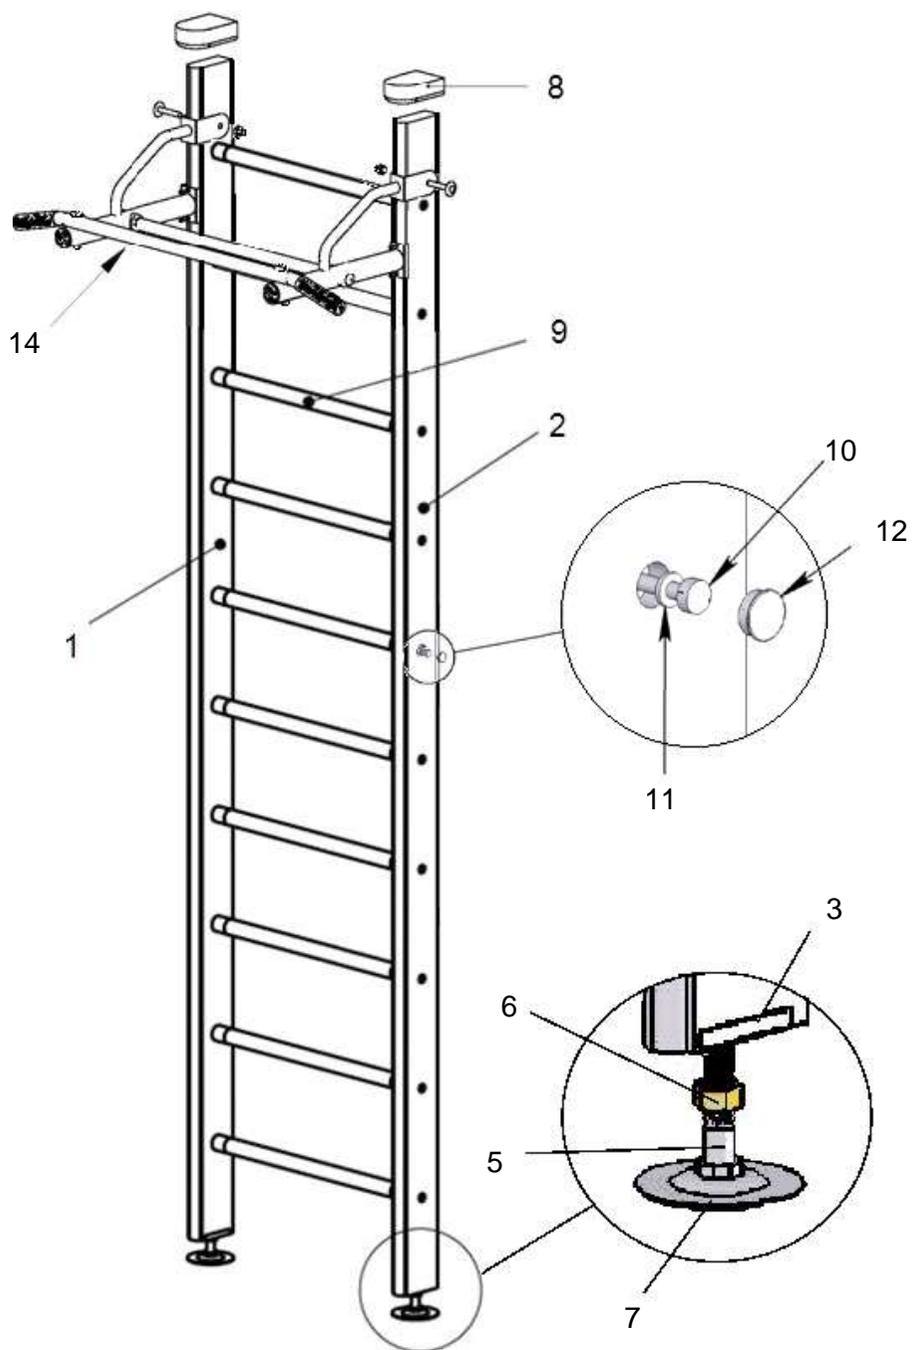

рисунок 1
4.2. Измерить высоту помещения на месте предполагаемой установки Комплекса. Из размера высоты помещения вычесть 5-6 см и величину полученного результата нанести на вертикальные стойки поз 4 и 5 (рис.1). Разметку вести с нижнего торца, на котором имеется осевое отверстие. Проверить правильность разметки. Отпилить верхние концы стоек по сделанной разметке перпендикулярно боковым сторонам.
4.5. На *стойки* (№№1,2) со стороны потолка установить *упоры верхние* (№8), как показано на рис.1.